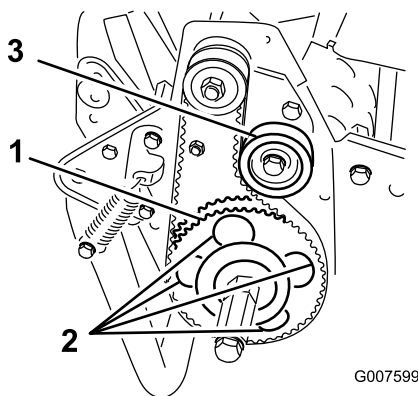

Bild 45
7. Drehen Sie die Antriebsscheibe, bis die Löcher mit den vier Bundscheiben des Rollenlagers ausgerichtet sind (Bild 45).
11. Stellen Sie die Riemen Spannung ein, und ziehen Sie die Befestigungsschraube der Spannscheibe an (Bild 45).